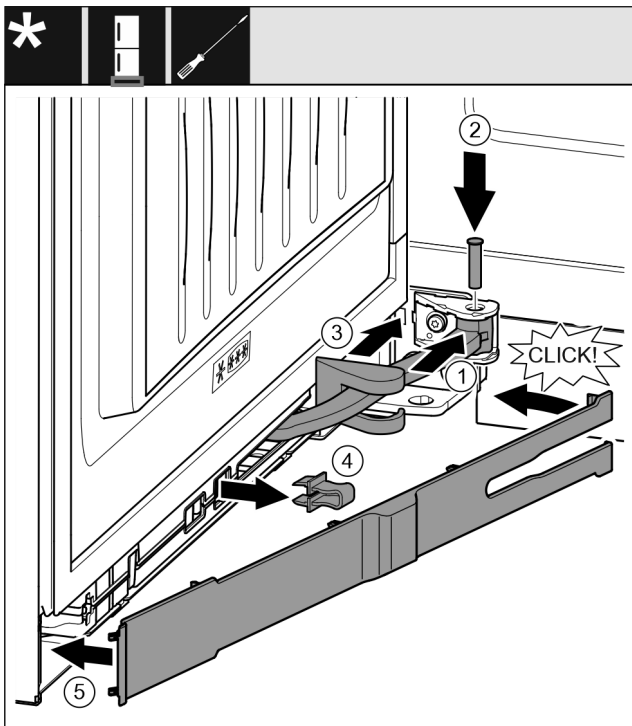

Fig. 69
- ▶ Otočte kloub Fig. 69 (1) v závěsu.
- ▶ Šroubovákem vložte čep Fig. 69 (2) do závěsu a kloubu. Přitom dávejte pozor, aby byla zajišťovací vačka správně usazena v drážce.
- ▶ Posuňte kryt stojanu ložiska Fig. 69 (3) podél kloubu a namontujte nad závěsem.
- ▶ Pojistku Fig. 69 (4) vytáhněte.
- ▶ Záslepku Fig. 69 (5) na straně madla nasadte a sklopte.